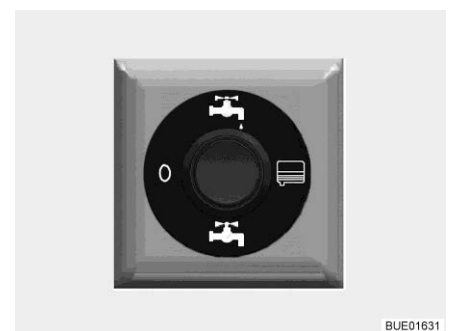

Bild 149 Bedienschalter für elektrisch betätigtes Ablassventil
- Obere Hälfte des Bedienschalters (Bild 149) in der Heckgarage drücken. Das Abwasser wird abgelassen.
- Nachdem das Abwasser vollständig ausgelaufen ist, den Bedienschalter (Bild 149) unten drücken.
- Bedienschalter (Bild 149) in Stellung "0" (stromlos) stellen.